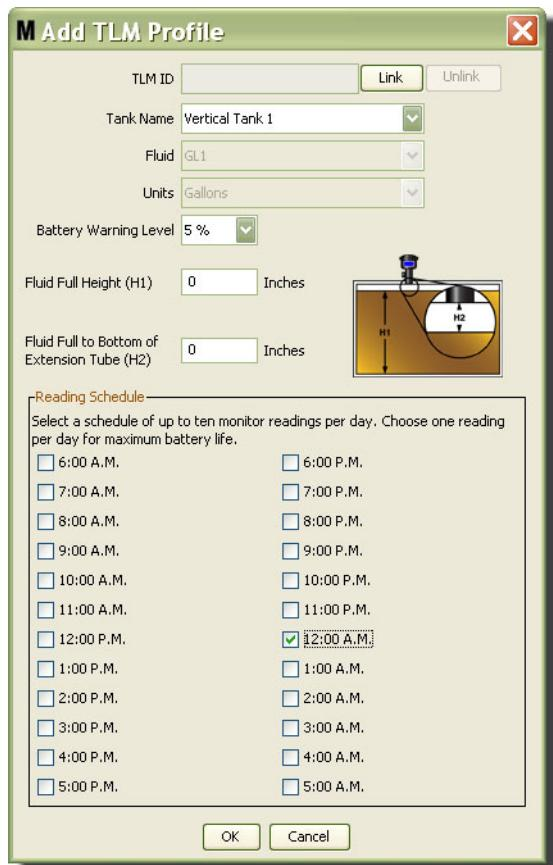

Рис. 108
- Появится окно «Add TLM Profile» [Добавить профиль КИП уровня цистерны] (Рис. 108).
- В этом окне Рис. 108 нажмите кнопку «Link» [Связать] и из выпадающего списка выберите КИП уровня цистерны, для которого создается профиль. Это свяжет КИП с ПК и обеспечит связь между двумя устройствами в системе Matrix.
Обратите внимание, что кнопка «Link» [Связать] (Рис. 108) больше неактивна; зато, стала активной кнопка «Unlink» [Отменить связь]. Если нажать кнопку «Unlink» [Отменить связь], связь между КИП уровня цистерны и ПК системы Matrix разорвется.